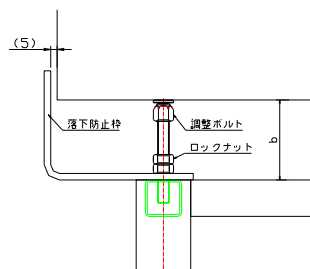
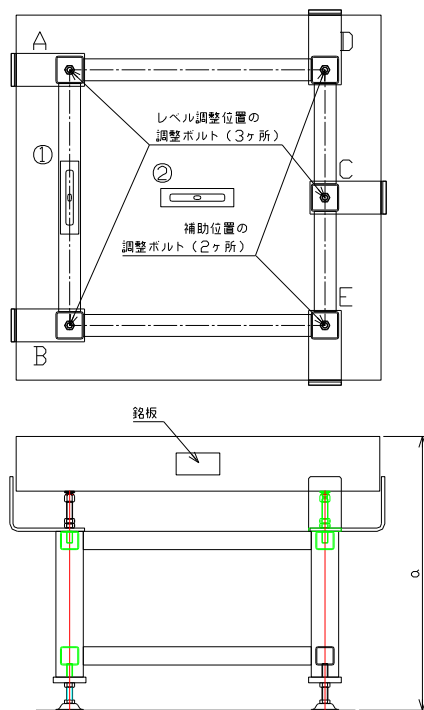

図 1
図 3
- i. レベル調整位置の調整ボルトA,B,C 3ヶ所の高さ(図1のb寸法)をスケールで同じ寸法に合わせてください。補助位置の調整ボルトD,E 2ヶ所はレベル調整位置の調整ボルトよりも低くしてください。(図1、図3、表1参照)
枠に当たらないように注意してください。(図 1、3 参照)
い。(図 3 参照)
(図 3 参照)
移動しないことを確認してください。(図 3 参照)
- vii. 調整ボルトのロックナット(5 ヶ所)を締め付けてください。(図 1 参照)